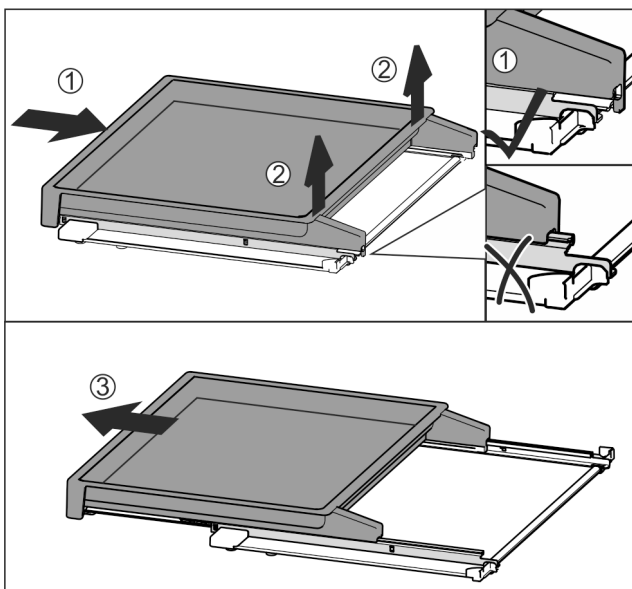

Fig. 32
- Insérer complètement la bordure télescopique Fig. 32 (1).
- La désenclencher à l'arrière Fig. 32 (2).
- Sortir la bordure télescopique par l'avant Fig. 32 (3).